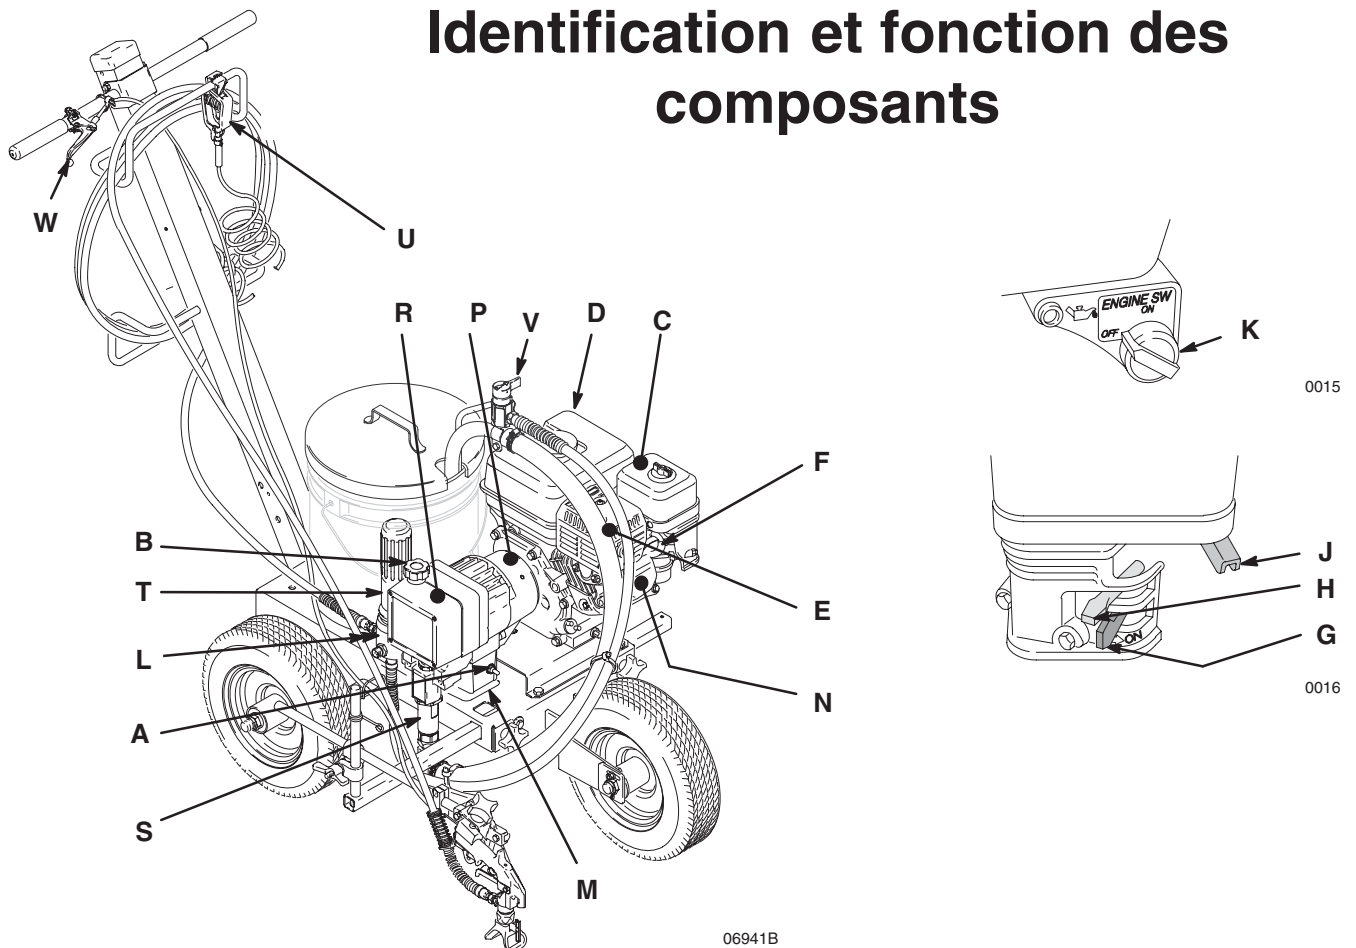

Fig. 1
8. **Maintenir l'appareil en position droite et stable** lorsqu'on s'en sert et pendant son transport. Mettre la vanne de carburant (G, Fig. 1) en position fermée.
REMARQUE: Voir Fig. 1 pour le démarrage de l'appareil de pulvérisation.
3. **Enlever la vanne de décompression (V, Fig. 1) du tube d'aspiration** et placer le tube dans un autre pot.